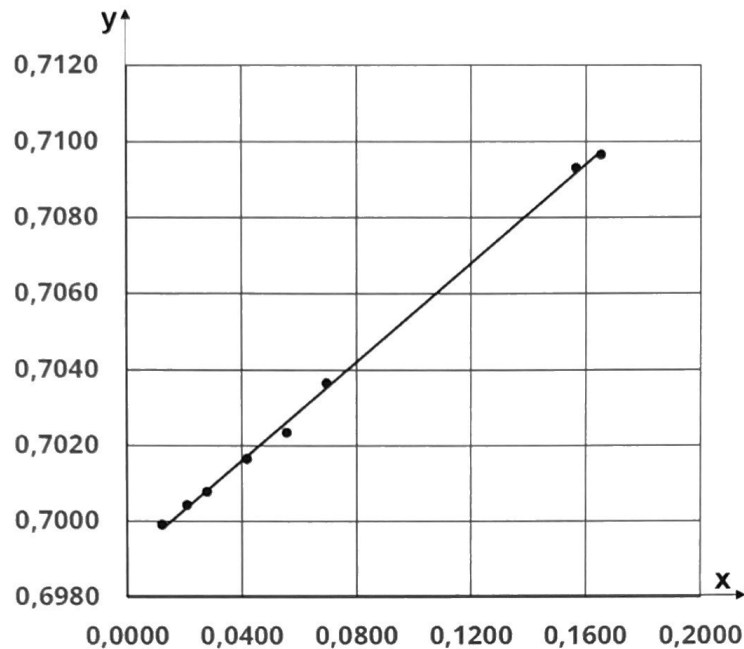

Figure 1 : Évolution du rapport $y = \frac{N(^{87}\text{Sr})}{N(^{86}\text{Sr})}$ en fonction du rapport $x = \frac{N(^{87}\text{Rb})}{N(^{86}\text{Sr})}$
Dans le minéral isolé étudié, la teneur en rubidium 87 diminue au cours du temps et celle en strontium 87 augmente. Le strontium 86, qui n'est pas radioactif, reste stable et est utilisé comme isotope de référence. L'analyse de huit échantillons de la roche lunaire rapportée de la mission Apollo 17 a permis d'obtenir huit valeurs de rapports isotopiques. La figure 1 ci-après représente l'évolution du rapport $y = \frac{N(^{87}\text{Sr})}{N(^{86}\text{Sr})}$ en fonction du rapport $x = \frac{N(^{87}\text{Rb})}{N(^{86}\text{Sr})}$ pour ces huit échantillons.
- l'équation de modélisation de l'évolution présentée sur la figure 1 :